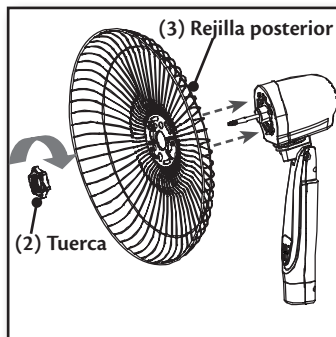

Figura 4.
2. Coloque la rejilla posterior (3) contra la parte frontal del alojamiento del motor con la manija hacia arriba. Los 3 pines del alojamiento del motor deben introducirse por la parte de atrás de la rejilla posterior. **Figura 4.**
3. Atornille la tuerca de plástico (2) sobre el ventilador y apriete firmemente. **Figura 4.**